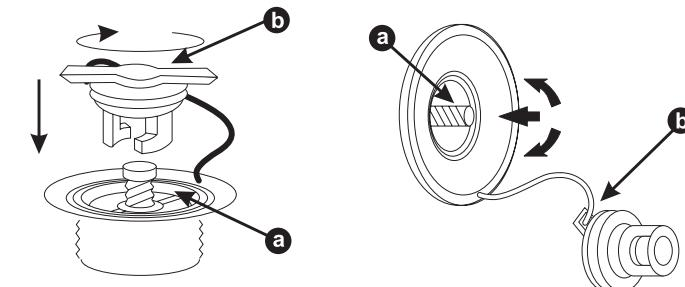

Рис. 1
- Поверните против часовой стрелки и откройте крышки клапанов b (Рис. 1).
Для открытия диафрагмы клапана нажмите кнопку (а) и поверните ее на $\frac{1}{4}$ оборота (Рис. 1).